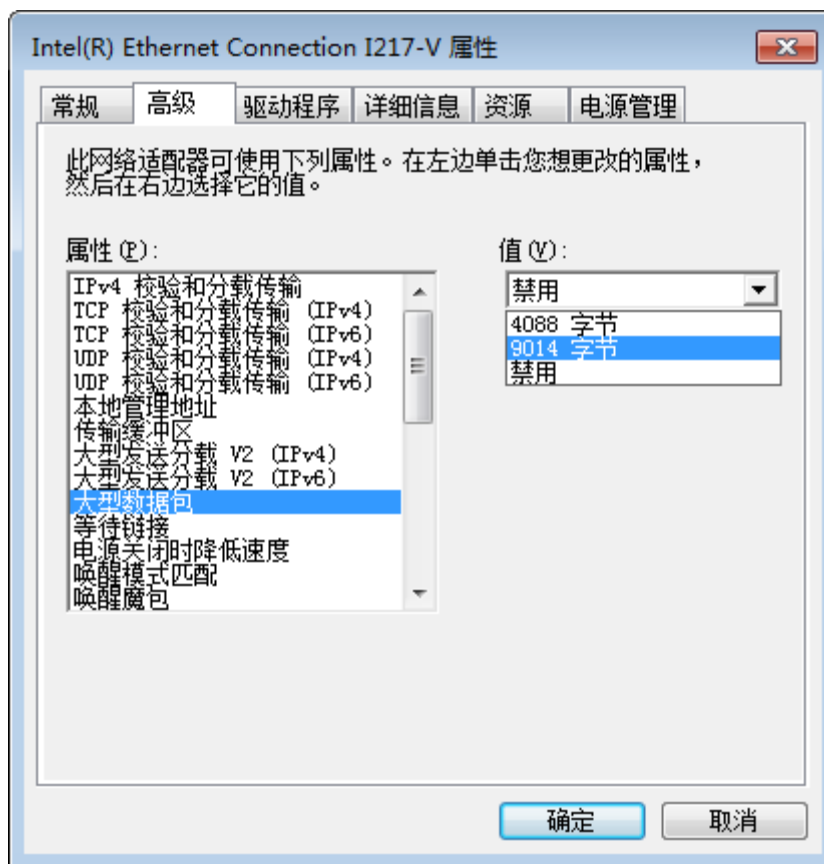

图3-3 网卡属性高级设置
- 依次点击控制面板》硬件和声音》设备管理器》网络适配器，选中对应的网卡，打开属性中的高级菜单，本地网卡大型数据帧设置为最大值 9014 字节，传输缓冲区和接收缓冲区均设置为 2048，中断节流率设置为极值。上述最大值视具体网卡情况不同，设置为最大值即可。具体设置如图 3-3 所示。